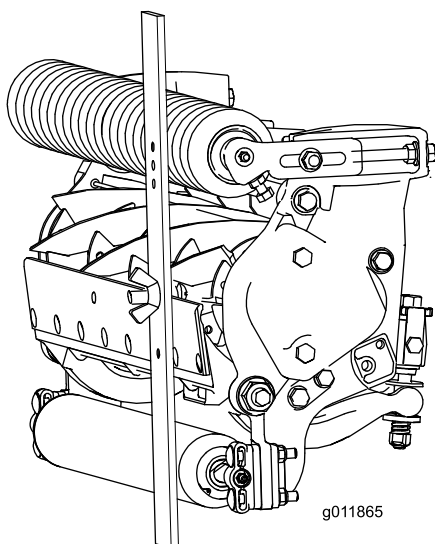

Figure 19
3. Accrochez la tête de la vis sur le bord tranchant de la contre-lame et appuyez l'arrière du gabarit contre le rouleau arrière (Figure 19).
4. Tournez la vis de réglage jusqu'à ce que le rouleau avant touche le gabarit (Figure 19). Réglez les deux extrémités du rouleau jusqu'à ce que celui-ci soit parfaitement parallèle à la contre-lame.